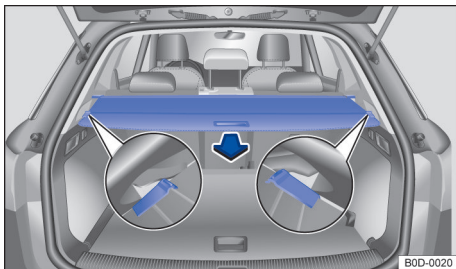

图 112 行李箱内：已打开的行李箱遮物帘
- 抓住把手 → 图 112，向后拉动遮物帘使遮物帘两侧挂入行李箱饰板上的固定槽中。
- 抓住把手，略微拉动遮物帘，使遮物帘两侧从行李箱饰板上的固定槽中脱出 → 图 112，并将其慢慢收卷。